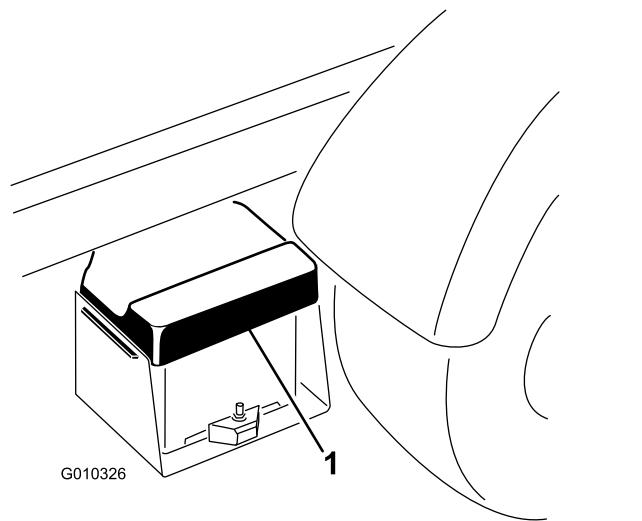

Figura 40
1. Apriete la tapa de la batería para liberar las pestanas de la base de la batería, y retire la tapa de la batería de la base de la batería (Figura 40).